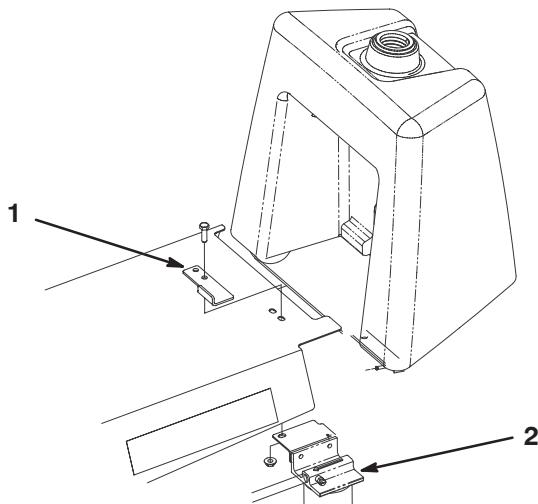

Figura 3
- C. Usando el tornillo de caperuza y la tuerca que se retiraron anteriormente y un tornillo de caperuza y tuerca de 5/16 x 1" suministrados con las piezas sueltas, fije el tope del asiento y el separador de agua a la parte inferior del faldón con (2) tornillos de caperuza y contratuerzas. Coloque el tope según muestra la figura 3.